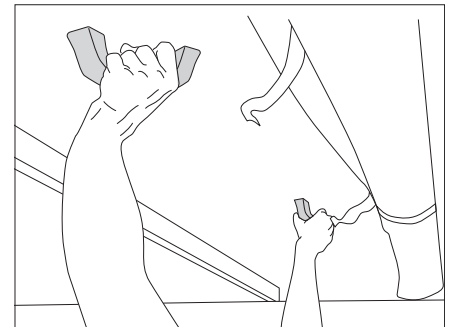

Figure 12 Relever le toit relevable
- Pousser à deux mains le toit relevable vers le haut (Figure 12).